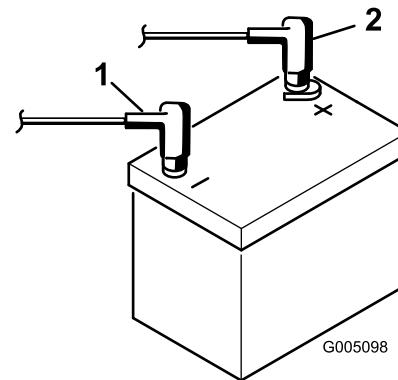

Figura 9
9. Conecte el cable positivo (rojo) al borne positivo (+) y el cable negativo (negro) al borne negativo (-) de la batería y sujetelos usando los pernos y las tuercas (Figura 9). Deslice la cubierta de goma sobre el terminal positivo para evitar posibles cortocircuitos eléctricos.